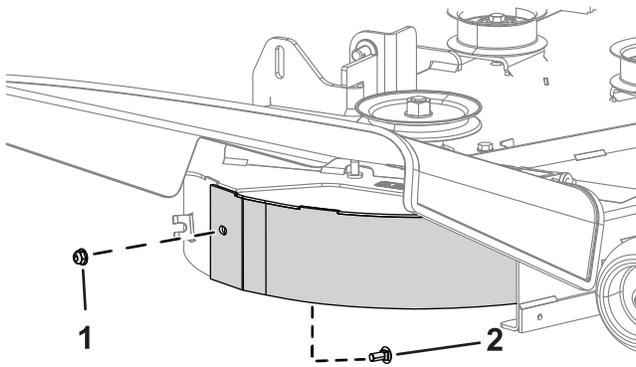

Figure 5
2. Fixez la paroi arrière du déflecteur droit sur le tablier de coupe à l'aide d'un boulon de carrosserie (5/16 x 3/4 po) et d'un écrou (5/16 po), comme montré à la Figure 5.